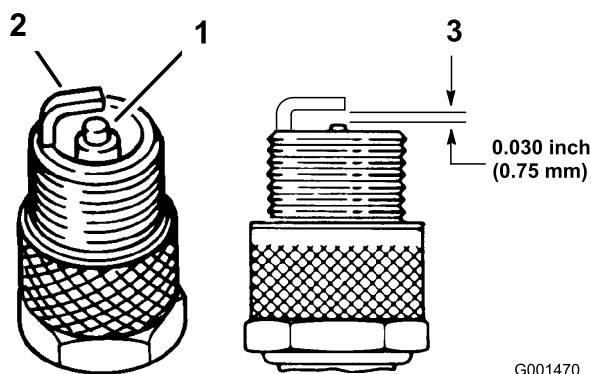

Figure 23
1. Examinez le centre des bougies (Figure 23). Si le bec de l'isolateur est recouvert d'un léger dépôt gris ou brun, le moteur fonctionne correctement. S'il est couvert d'un dépôt noir, c'est généralement signe que le filtre à air est encrassé.
2. Contrôlez l'écartement entre l'électrode centrale et l'électrode latérale (Figure 23). Courbez l'électrode latérale (Figure 23) si l'écartement est incorrect.
3. Connectez les bougies (Figure 23).